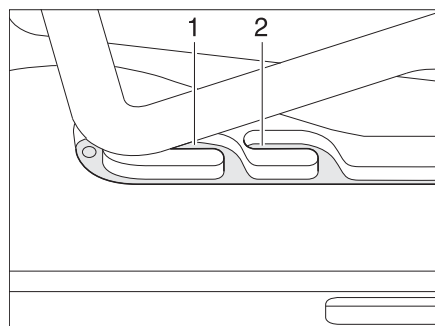
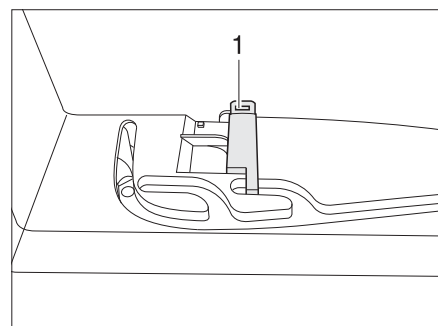

Bild 87 Heki-Dachhaube in Lüftungsstellung
Bild 88 Verriegelung Lüftungsstellung
Die Heki-Dachhaube kann in zwei Lüftungsstellungen gebracht werden: Schlechtwetterstellung (Bild 87,1) und Mittelstellung (Bild 87,2). Je nach Modell kann die Dachhaube in der Mittelstellung mit dem Riegel (Bild 88,1) verriegelt werden.
- Den Bügel leicht nach oben drücken und in die gewählte Führung (Bild 87,1 oder 2) schieben und ggf. verriegeln.